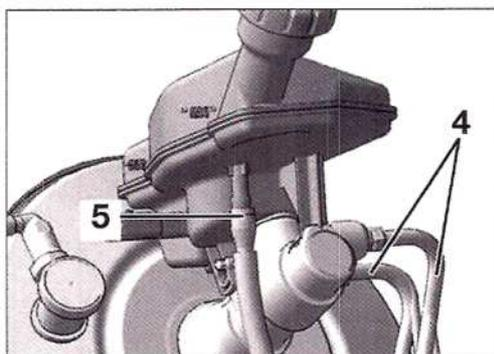

FIG. 4
- Desconectar las tuberías de frenado (4) (Fig.4).